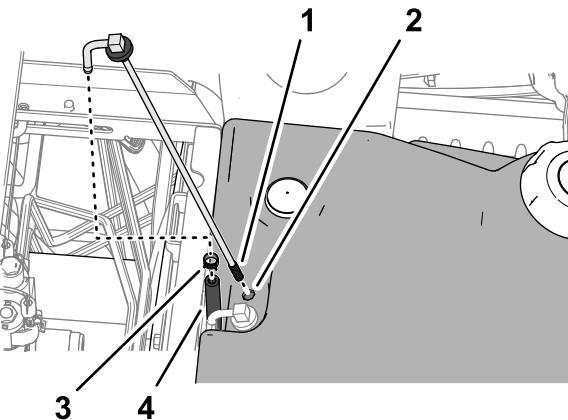

Figure 75
3. Retirez le collier qui fixe le flexible sur le tube d'admission de carburant (Figure 75).
5. Nettoyez la crêpine au bout du tube d'admission de carburant (Figure 75).